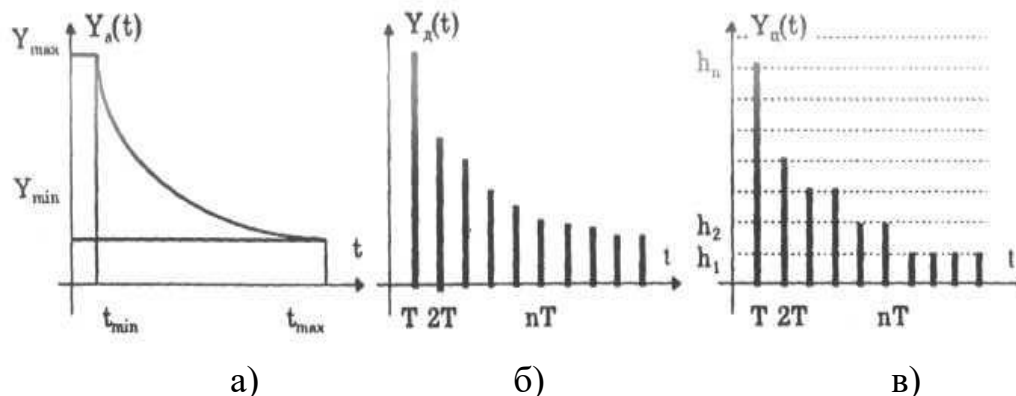

Рис. 5.1.
**Аналоговий сигнал** – це сигнал, що описується неперервною або кусочно-неперервною функцією  $Y_a(t)$ , причому як сама ця функція, так і її аргумент  $t$  можуть приймати будь-які значення на заданих інтервалах  $Y \in (Y_{min}; Y_{max})$  і  $t \in (t_{min}; t_{max})$ . (Рис. 5.1. а)
**Дискретний сигнал** – це сигнал, який змінюється дискретно з часом і за рівнем. Він може приймати в дискретні моменти часу  $nT$  будь-які значення  $Y_d(nT)$ , які називаються відліками. Тут  $T = const$  – інтервал (період) дискретизації,  $n = 0, 1, 2, \dots$  – цілі числа. Рис. 5.1. б).
**Цифрові сигнали** – квантовані за рівнем і дискретні в часі сигнали  $Y_c(nT)$ , які описуються квантованими послідовностями, які в дискретні моменти часу  $nT$  приймають дискретні значення – рівні квантування  $h_1, h_2, \dots, h_n$  (рис. 5.1. в).